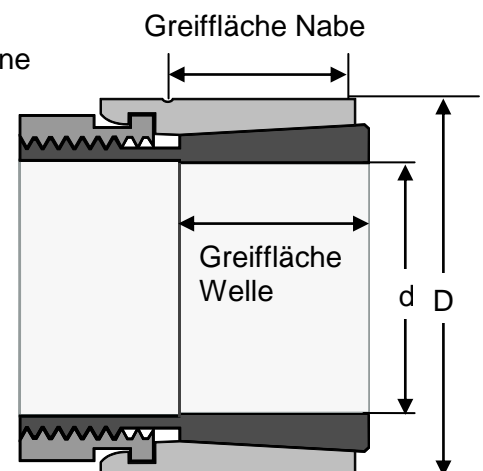

Abb. 1
- für Welle und Nabenbohrung innerhalb von $\pm 0,08$ mm zur Bohrung „d“ beziehungsweise zum Außendurchmesser „D“ liegen (siehe Abb. 1).